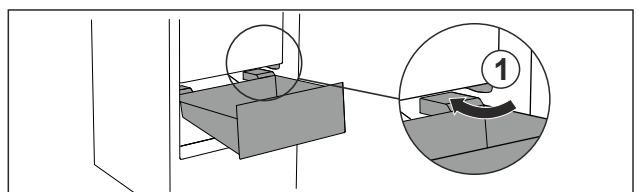

Fig. 37
► Lade schuin rond de stoppers Fig. 37 (1) leiden.